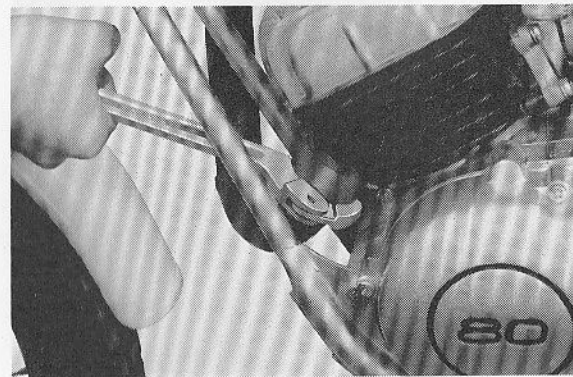

Fig. 3-1-6
3. Using the exhaust ring nut wrench (Part No. 90890-01040), remove the exhaust ring nut. (Fig. 3-1-6)
3. Utilisant la clé à écrou de couronne d'échappement (pièce No. 90890-01040), enlever l'écrou de couronne d'échappement. (Fig. 3-1-6)